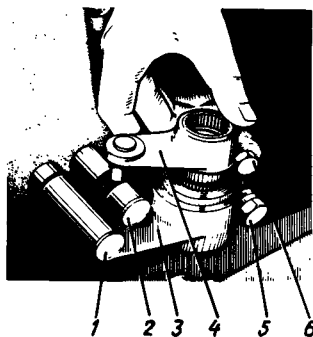

Рис. 93. Регулировка привода управления зубчатыми муфтами грузового вала и заднего хода
- а) ослабьте стяжной болт 6 (рис. 93) и снимите рычаг 4;